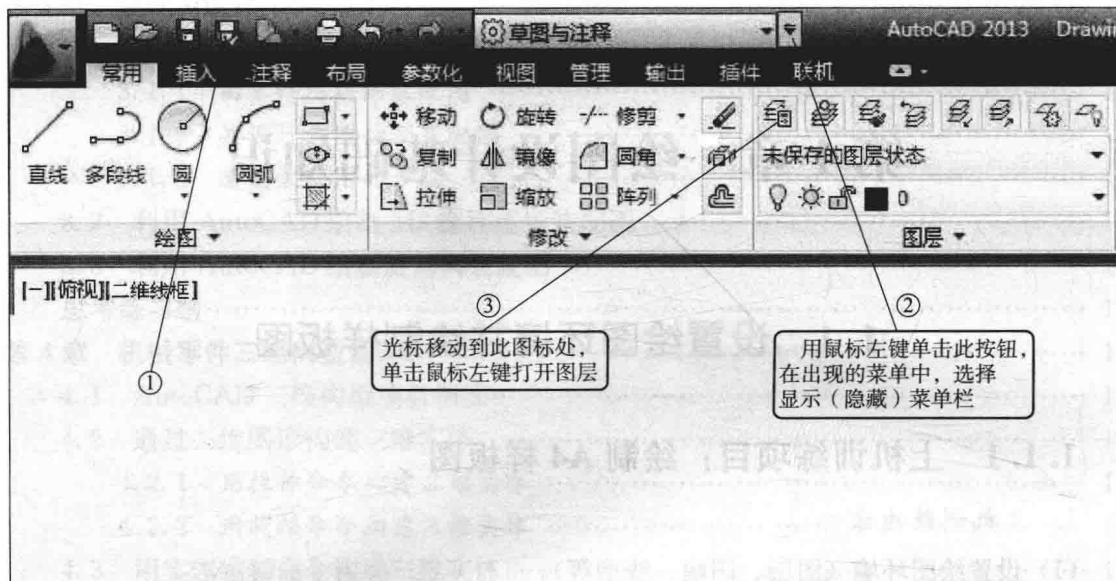
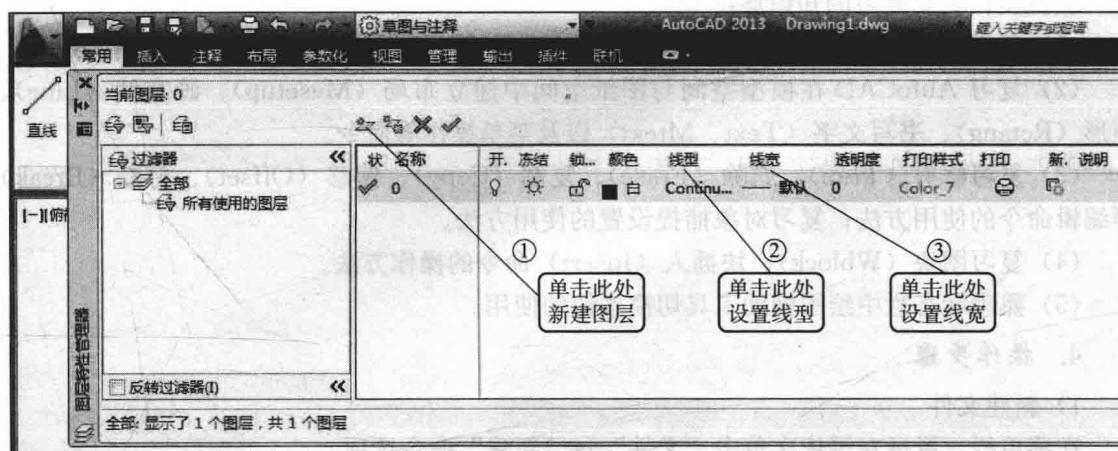
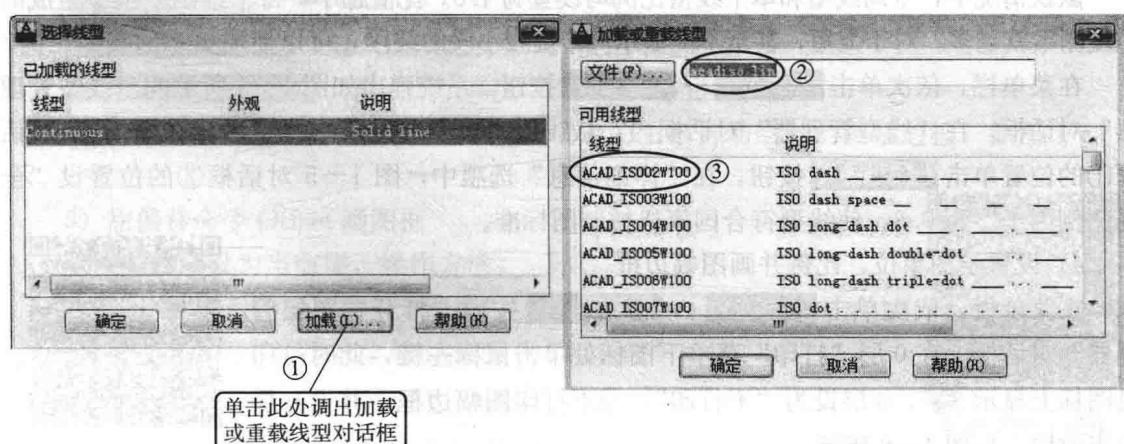

图 1-1 打开图层操作图
图 1-2 “图层特性管理器”对话框
图 1-3 “选择线型”和“加载或重载线型”对话框
也可以在①的位置从快捷访问工具栏 ，单击新建 按钮，如图 1-1 所示。
在图 1-1 中②的位置单击，系统则出现下拉菜单，在菜单中找到显示（隐藏）菜单栏选项，单击该项，屏幕上第二行出现菜单栏。
在菜单栏单击 **格式** → **图层** 按钮，也可以在如图 1-1 所示③的位置“图层”功能区单击 **图层** 按钮，系统打开“图层特性管理器”对话框，如图 1-2 所示。
在“图层特性管理器”中①的位置单击“新建图层”按钮 **新建**，设置新图层，如图 1-2 所示。
(2) 设置线型。
如图 1-2 所示，在②的位置鼠标左键单击“线型”选项下的“Continuous”。系统弹出“选择线型”对话框，如图 1-3 所示。系统默认情况下图层的线型为 Continuous，由于绘制的对象不同，所以需要对线型进行设置，以便区分。